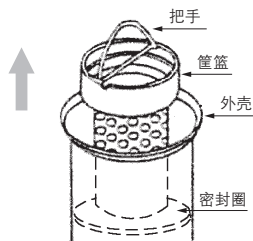

图4.取出筐篮
- ①筐篮的缺口部的沟上安装“把手”，筐篮垂直向上提取出。(参见图4.)(含1个滤芯的形式筐篮上带把手)
- ②检查外壳内的密封垫，若有膨润等异常应更换新品。还有，密封垫组件部分的异物应除去。